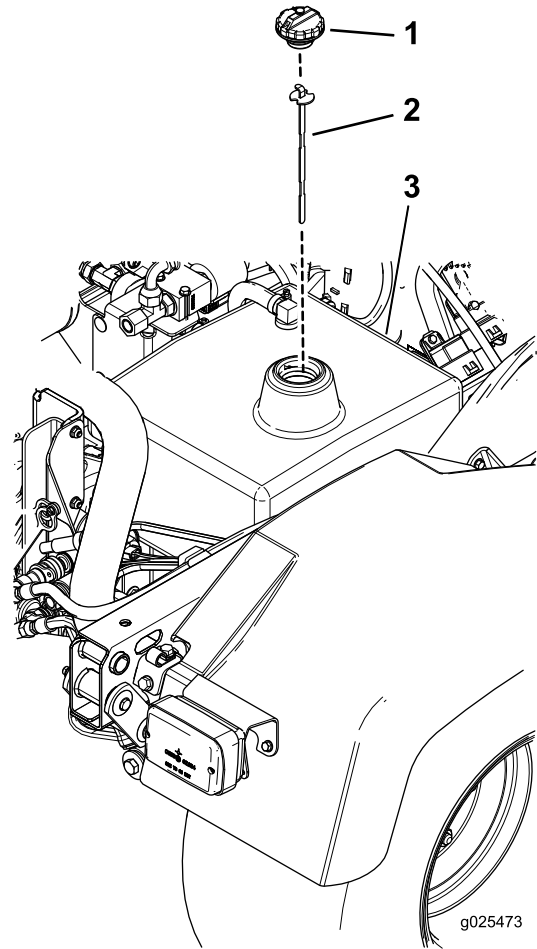

Figura 22
1. Limpie la zona alrededor del cuello de llenado y el tapón del depósito hidráulico (Figura 22). Retire el tapón del cuello de llenado.
2. Retire la varilla (Figura 22) del cuello de llenado y límpiela con un paño limpio. Inserte la varilla en el cuello de llenado; luego retírela y compruebe el nivel del aceite. El nivel del aceite debe estar entre las dos marcas de la varilla.